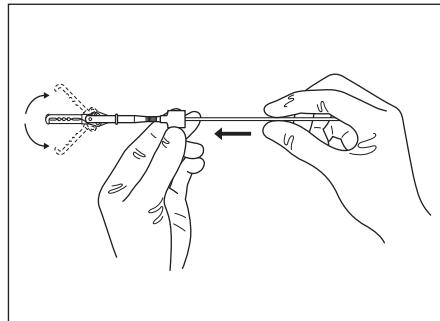

図3.3
1. アリゲータユニット先端部の固定リングをつまみ、操作ワイヤを前後させるとワニ口鉗子部が開閉することを確認します。(図3.3参照)